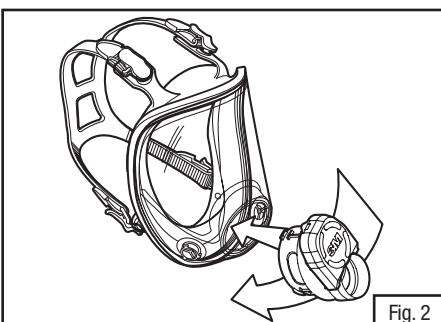

Fig. 2
- Insérer l'adaptateur central dans l'orifice central de la lentille (Fig. 2).
- Réinstaller l'adaptateur central sur la lentille du masque (Fig. 2).